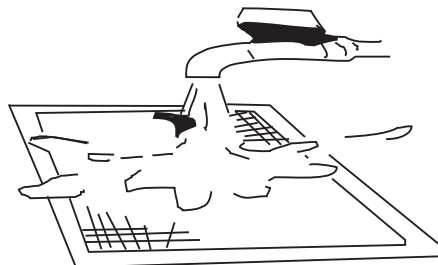

Рис. 71.
- При промывании фильтра в воде держите его загрязненной поверхностью вниз (рис. 71).